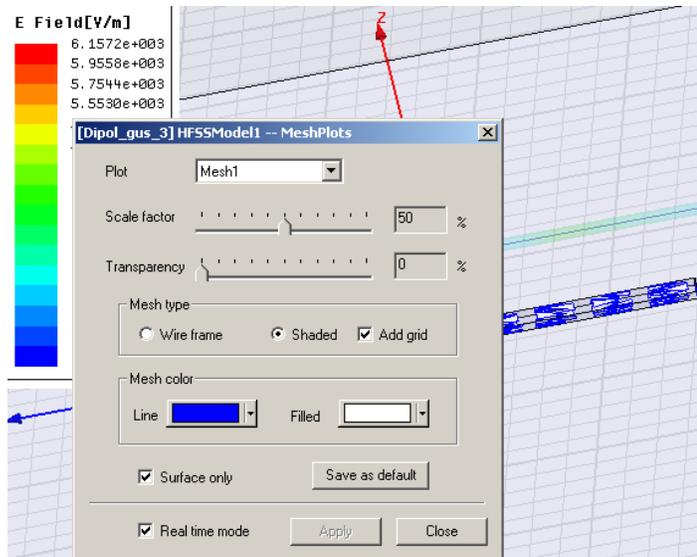

Рис. 9.15. Изменение атрибутов разбиения на ячейки
4. Используйте слайдер **Scale factor**, чтобы увеличить (перемещая направо) или уменьшить (перемещая влево) размер тетраэдров. Масштабный коэффициент равный 80 % чертит тетраэдры в 80 % их первоначального размера (рис. 9.15).